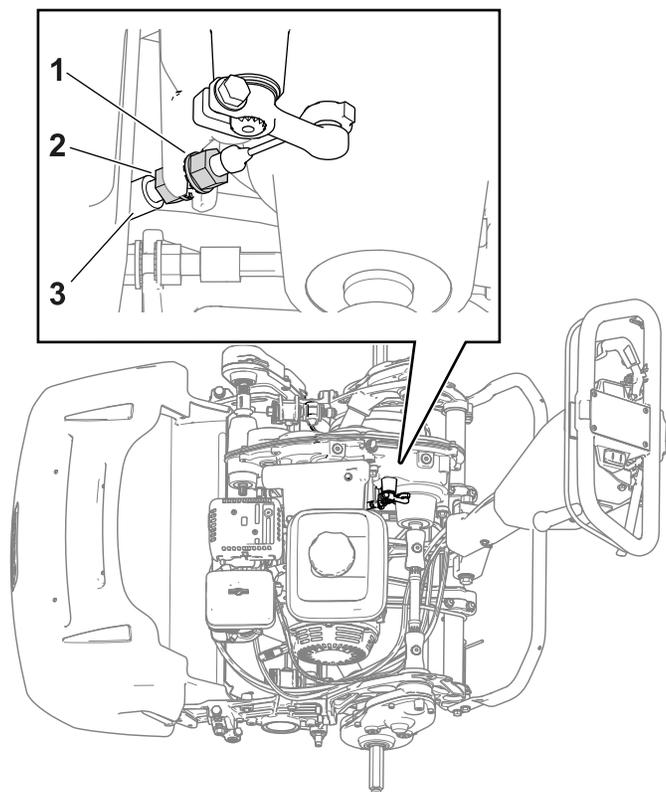

Рисунок 37
- Для увеличения натяжения троса ослабьте переднюю зажимную гайку троса и затяните заднюю зажимную гайку (Рисунок 37). Повторите действие, описанное в пункте 2, и при необходимости отрегулируйте натяжение.
- Для уменьшения натяжения троса ослабьте заднюю зажимную гайку и затяните переднюю зажимную гайку троса (Рисунок 37). Повторите